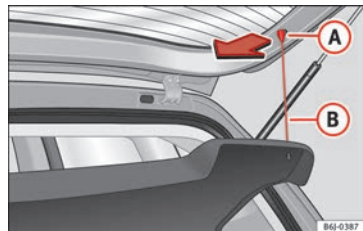

Fig. 149 Bandeja portaobjetos.
- Desenganche los tirantes »» fig. 149 **(B)** de los alojamientos **(A)**.